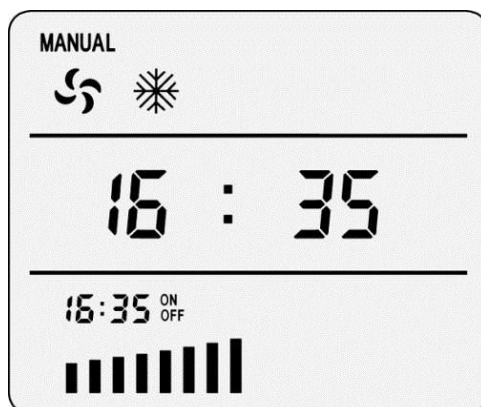

Рис. 8.9 Окончание установки таймеров включения и отключения
5) для завершения процесса установки нажмите , на экране отобразится текущее время 16:35, надписи ON и OFF означают, что параметры таймеров включения и отключения заданы и таймеры установлены (рис. 8.9).